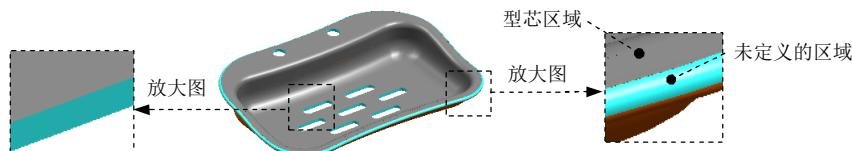

图 1.9 设置区域颜色
Step3. 拆分面。在“检查区域”对话框中单击“计算”按钮 ，系统开始对产品模型进行分析计算。单击 **面** 选项卡，可以查看分析结果。单击 **区域** 选项卡，取消选中 **内环**、 **分型边** 和 **不完整的环** 三个复选框，然后单击“设置区域颜色”按钮 ，设置各区域的颜色，结果如图 1.9 所示；在**未定义的区域**区域中选中 **交叉竖直面** 复选框，此时系统将所有的交叉竖